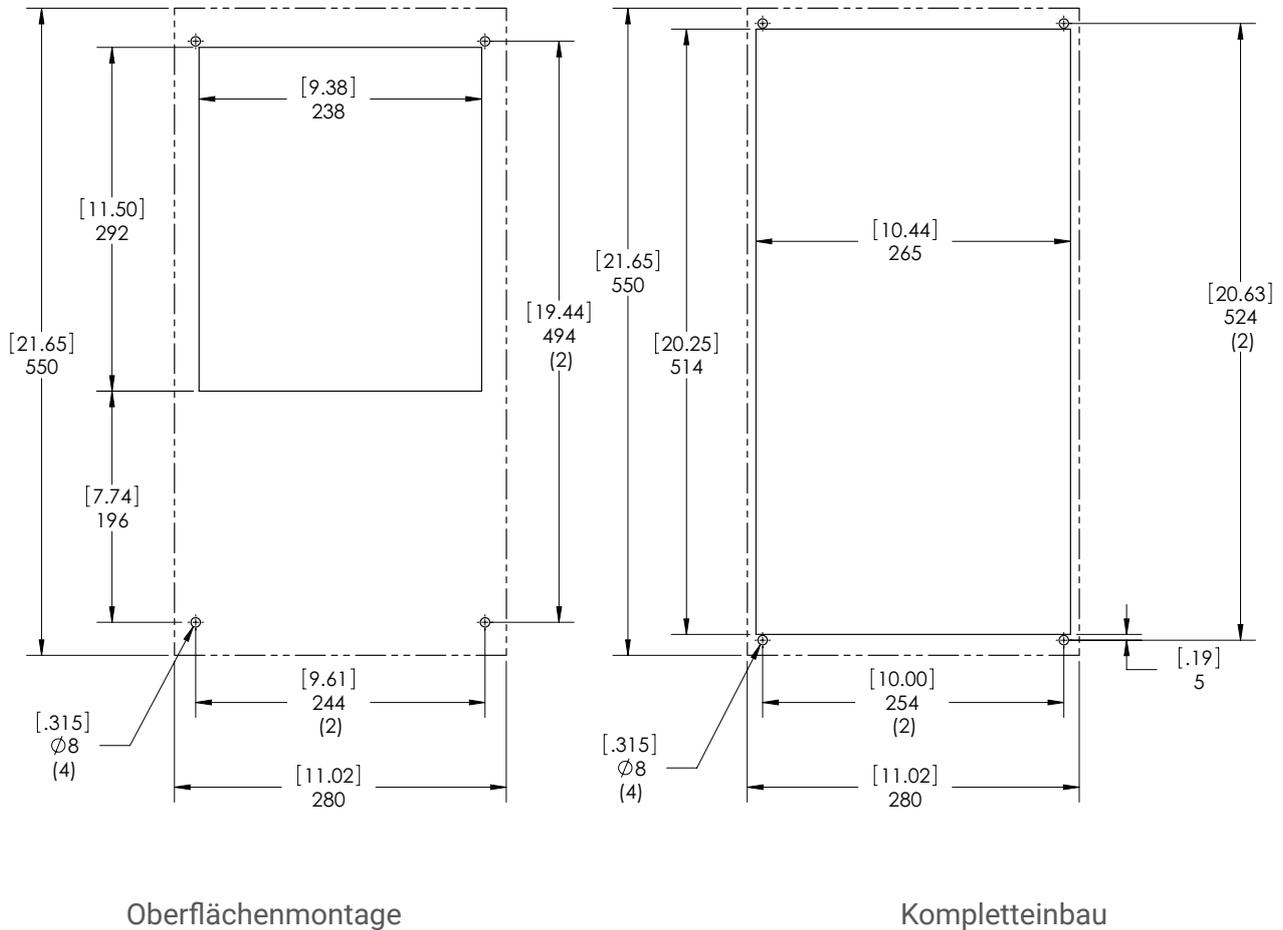
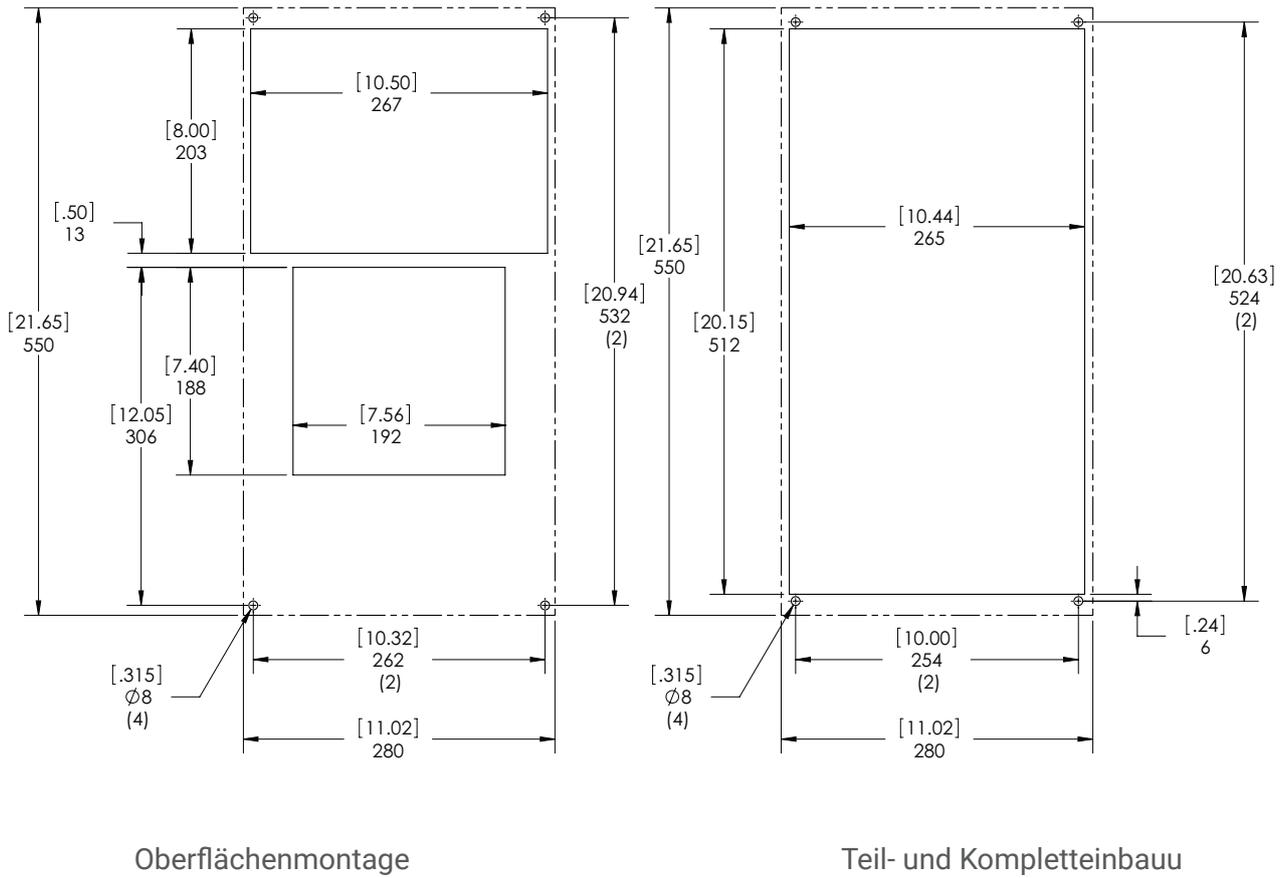

Abbildung 7
Abbildung 8
2. Bereiten Sie das Gehäuse anhand der mitgelieferten Ausschnittschablone vor. Siehe Abbildung 7 und Abbildung 8. An der Vorderseite des Geräts muss ein Abstand von mindestens 0,5 m eingehalten werden, damit der Luftstrom nicht behindert wird. An den Seiten des Geräts müssen jeweils mindestens 5 cm Abstand eingehalten werden. Damit die Kondensatauffangwanne nicht überläuft, darf das Gerät nicht mehr als 3° zur Ebene geneigt sein.